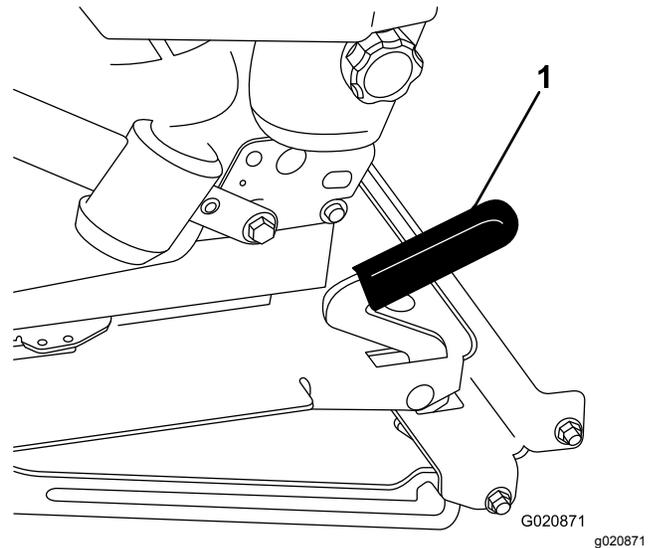

Figura 15
2. Empurre a alavanca do banco para a frente e eleve-o para desengatar o banco (Figura 15).